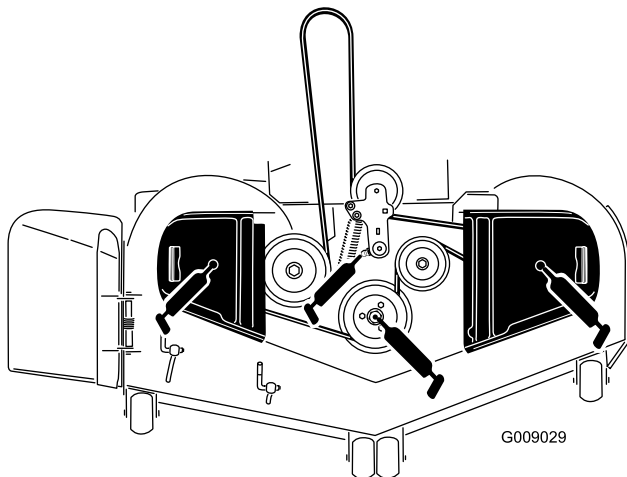

Figura 43
3. Engrase el pivote de la polea tensora de la carcasa de corte hasta que salga grasa por el extremo inferior (Figura 43).
4. Engrase los 3 cojinetes de los ejes hasta que salga grasa (Figura 43).